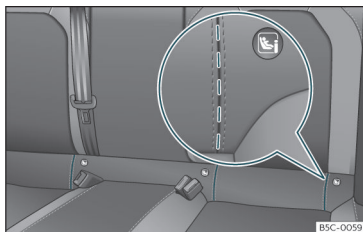

Abb. 27 Rücksitz: eingepprägte Schlitz für Zugriff auf die ISOFIX/i-Size-Halteösen.
bestimmten Fahrzeugen sind die Halteösen am Sitzgerüst, bei anderen am Ladeboden befestigt. Die „ISOFIX“-Halteösen befinden sich zwischen der Rückenlehne und der Rücksitzbank»» **Abb. 27**. Die Top Tether-Halteösen befinden sich im hinteren Bereich
- Öffnen Sie vorab per Hand den eingepprägten Bereich hinter den markierten Schlitzen, um an die Halteösen zu gelangen»» Abb. 27.